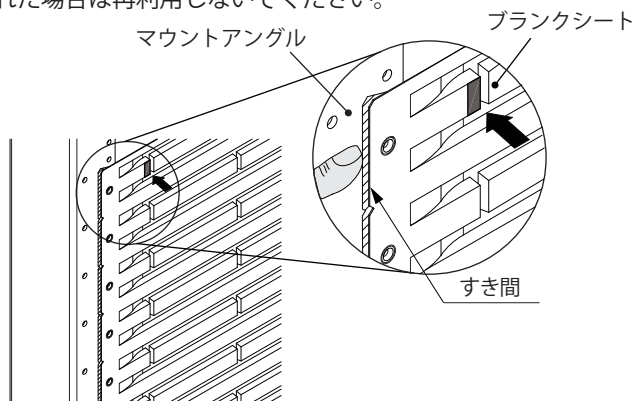

図5
2. blankシートは図5の矢印箇所を軽く押し、マウントアングルとblankシートのすき間に指を入れて取り外してください。